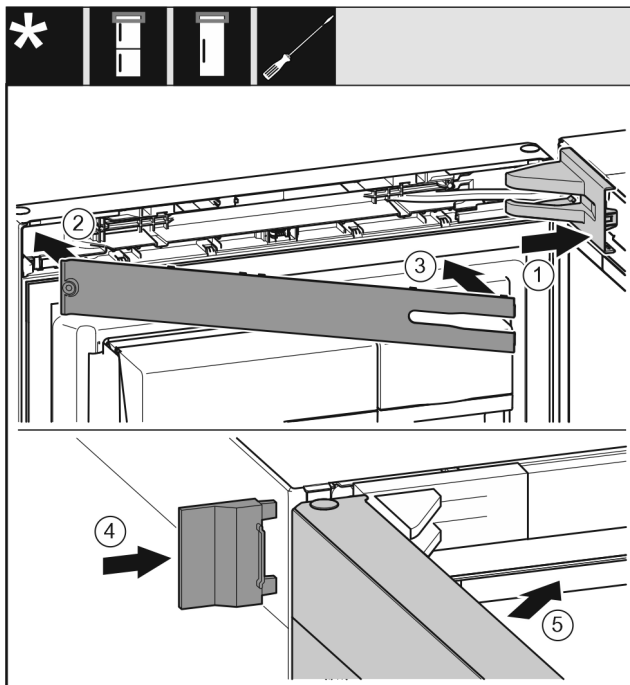

Fig. 22
- ▶ Pange laagripuki kate peale ja fikseerige, vaj. korral suruge ettevaatlikult laiali. Fig. 22 (1)
- ▶ Pange ilukate peale. Fig. 22 (2)
- ▶ Keerake ilukate sisse ja fikseerige. Fig. 22 (3)
- ▶ Lükake välimine kate peale. Fig. 22 (4)
- ▶ Sulgege ülemine uks. Fig. 22 (5)